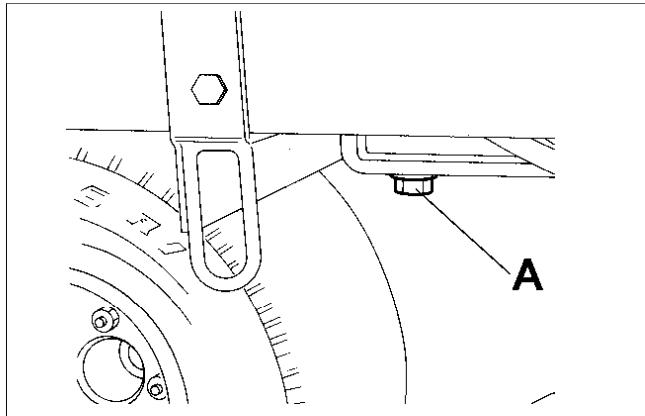

Fig.26
- Varm motoren op, fjern bundskruen (A Fig. 26), og lad al olien løbe ud af bundkarret.
- Ta ut dräneringspluggen (A fig. 26) efter att ha värmjt upp motorn, och dränra all oljan från vevhussuppen.